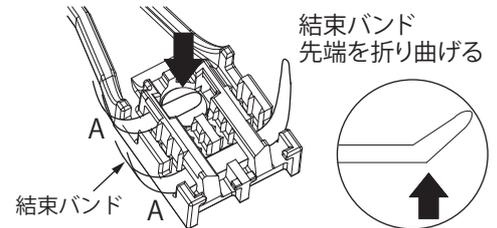

図4 結束バンド挿入時
1. 光ケーブル外被をケーブルクランプ部にのせる前に、結束バンドをA部に挿入してください。(図4)